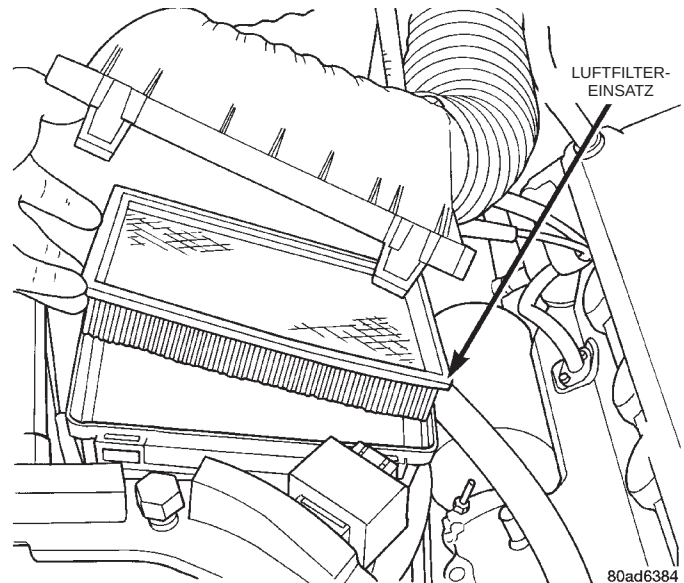

Abb. 62 Luftfiltergehäuse und Luftfiltereinsatz
(1) Das Oberteil vom Ansaugluftfiltergehäuse abnehmen.
(2) Den Luftfiltereinsatz herausnehmen (Abb. 62).
(3) Das Ansaugluftfiltergehäuse innen nach Bedarf reinigen.
(4) Einen neuen Luftfiltereinsatz einsetzen.
(5) Das Oberteil auf dem Ansaugluftfiltergehäuse montieren.